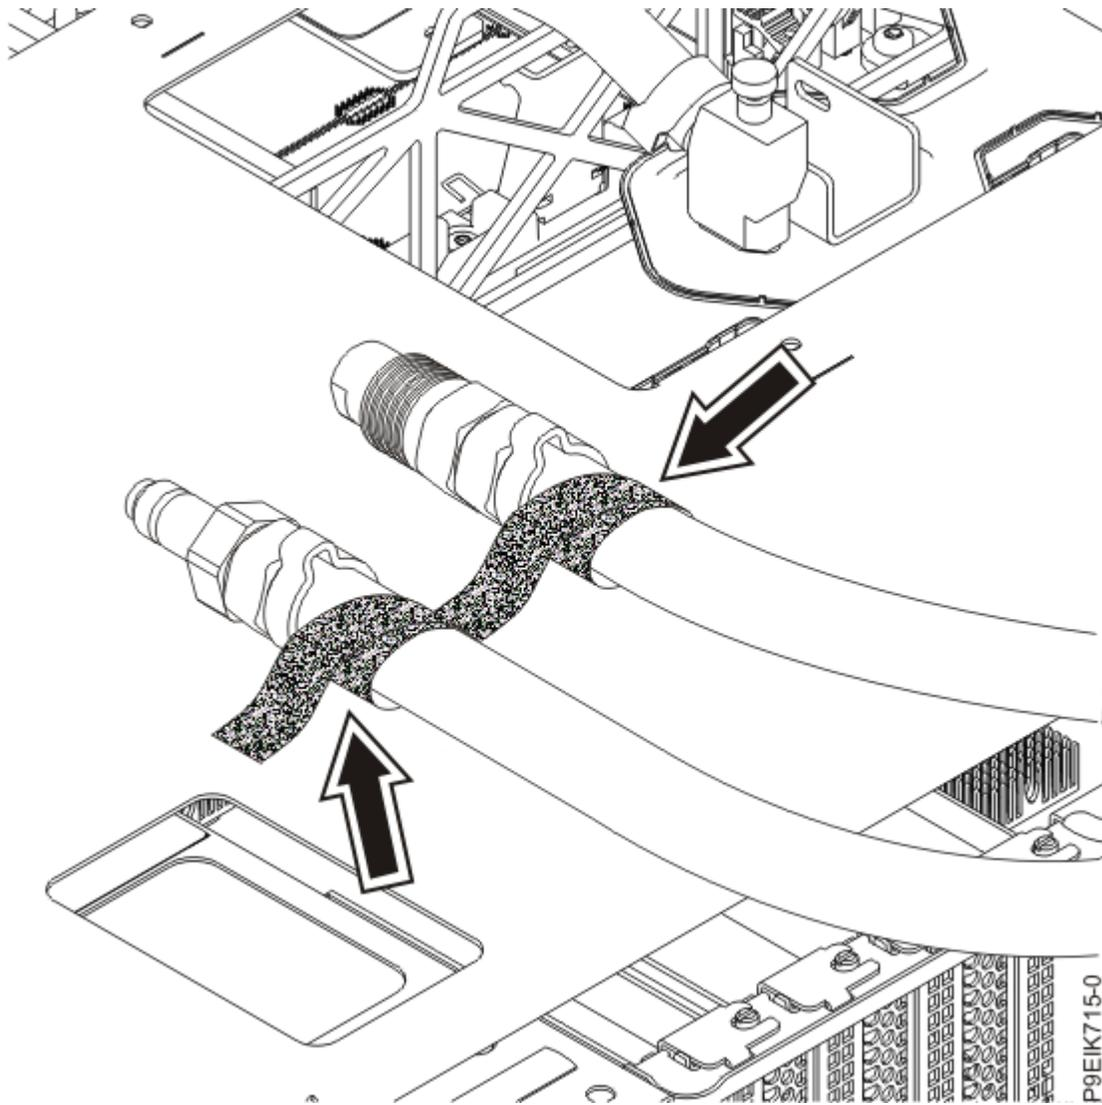

図 17. ホースの固定
14. 2本の冷却水ホースを冷却プレート取り付けキャリアの上部に固定します (21 ページの図 17 を参照)。